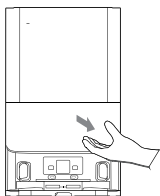

Fig. 19
1. Ouvrez le couvercle de la station de charge. [Fig. 19]